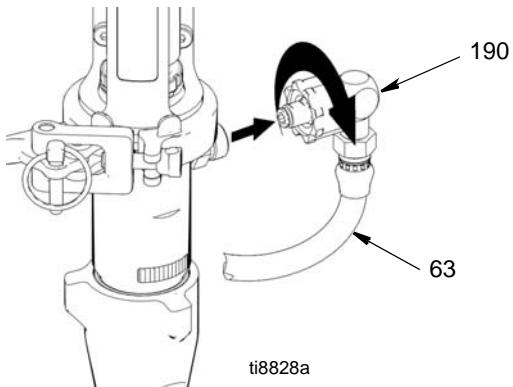

FIG. 13
3. (Fig. 13) Afmontér sugeslangen (114).